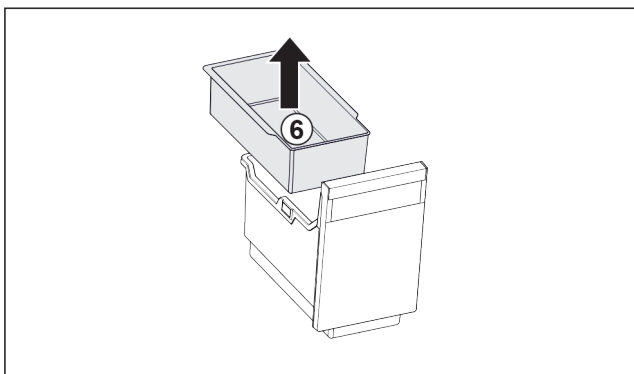

Fig. 81
- ▶ Извлеките Fig. 81 (6) подвесной лоток.